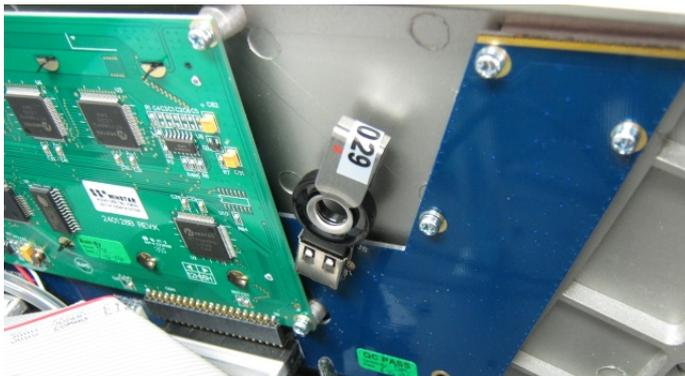

Figure 6 – Installation de la clé USB
1. Ouvrir le couvercle et vérifier que la clé USB est bien installée (voir Figure 6).
6. Retirer la clé USB et l’emballer avec l’instrument (voir Figure 6).